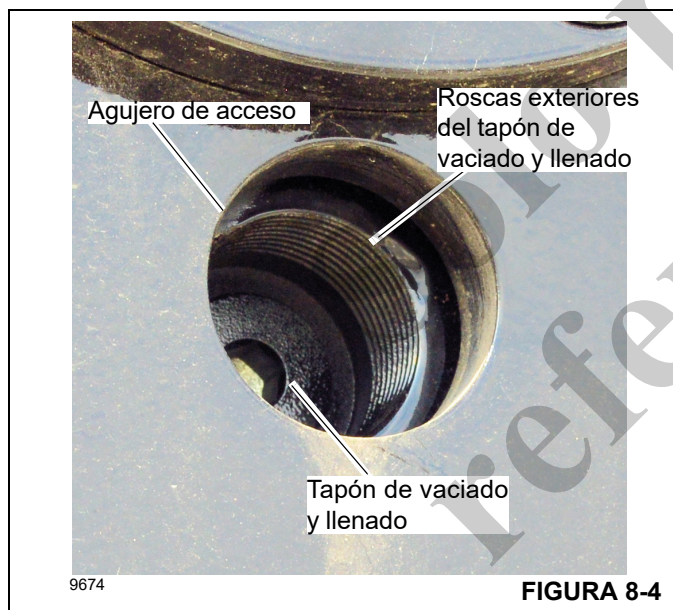

FIGURA 8-4
2. Gire el tambor del malacate de modo que el tapón de vaciado y llenado (Figura 8-4) quede alineado con el agujero de acceso para vaciado de aceite en la posición de las 6 horas (3, Figura 8-3).
3. Instale un tubo corto de 1 pulg (25 mm) en las roscas exteriores del tapón de vaciado y llenado (Figura 8-4).
2. Usando una llave Allen de 5/16 pulg (8 mm), retire el tapón de vaciado y llenado (Figura 8-4).
5. Usando una llave Allen de 5/16 pulg (8 mm), instale y apriete el tapón de vaciado y llenado (4, Figura 8-4). Apriete el tapón de vaciado y llenado a un par de 67.8 Nm (50 lb-pie).